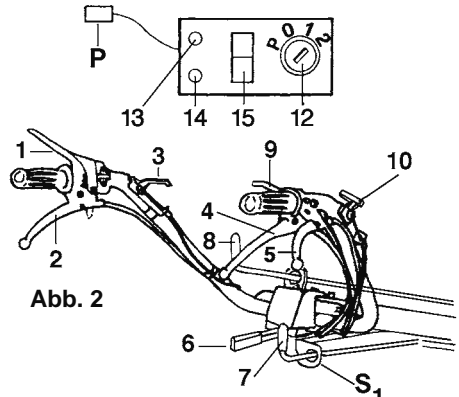

Abb. 2
BEDIENUNGSELEMENTE (Abb. 2)
Zum Einlegen der Gänge den Hebel 8 bedienen (Abb. 2).
Die unabhängige Zapfwelle wird über den Hebel 7 (Abb. 2) gesteuert.
Die Einachsschlepper sind serienmäßig mit Differential mit entsprechender Sperre ausgerüstet. Die Sperrung des Differentials wird durch die Bedienung des Hebels 3 (Abb. 2) auf der rechten Seite der Lenksäule erreicht.
LENKHOLME (Abb. 2)
- Nehmen Sie den Gang heraus (8), und lassen Sie die Zapfwelle ausrasten (7, Abb. 2).
- Lassen Sie den MOTORSTOP-Hebel los (1).
KURZER HALT DES EINACHSSCHLEPPERS (Abb. 2)